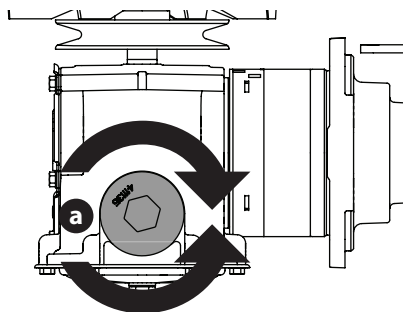

Fig. 41
2. Coloque un recipiente adecuado debajo del tapón de drenaje (a) que está sobre la transmisión. Quite el tapón de drenaje (a) y deje drenar el aceite de la transmisión (Fig. 41).